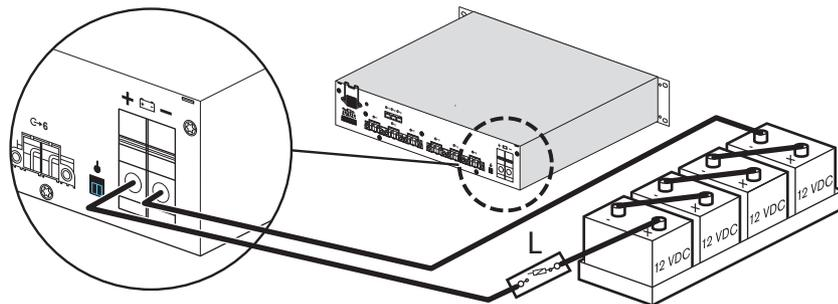

Bild 6.4 Schließen Sie bei dem Akkuladegerät PLN-48CH12 (48 VDC) mehrere Batterien in Reihe an.
- Schließen Sie die Batterien immer in Reihe an. *Bild 6.4* zeigt ein Beispiel für das Anschließen von vier Batterien mit 12 VDC an das Akkuladegerät PRS-48CH12.
- Bringen Sie einen Batterieschutzschalter (L) immer so nah wie möglich an der Batterie an.